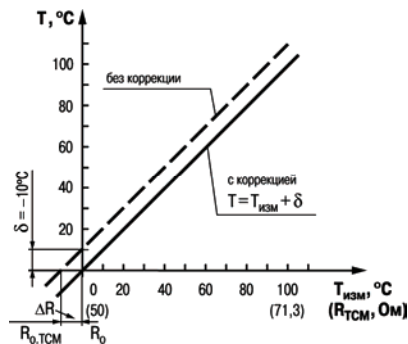

Рис. 3.5
**Примечание.** При работе с платиновыми термопреобразователями сопротивления на заданное в параметре **in.SH** значение сдвига накладывается коррекция нелинейности НСХ датчика, заложенная в программе обработки измерений. Пример сдвига измерительной характеристики графически представлен на рис. 3.5.